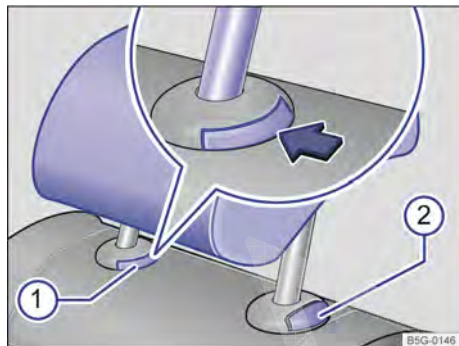

Fig. 44 Assento traseiro central: remover o apoio para cabeça.
- Pressionar o botão → Fig. 44 ① na guia do apoio para cabeça.
- Ao mesmo tempo, pressionar o botão ②, enquanto uma segunda pessoa retira totalmente o apoio para cabeça.